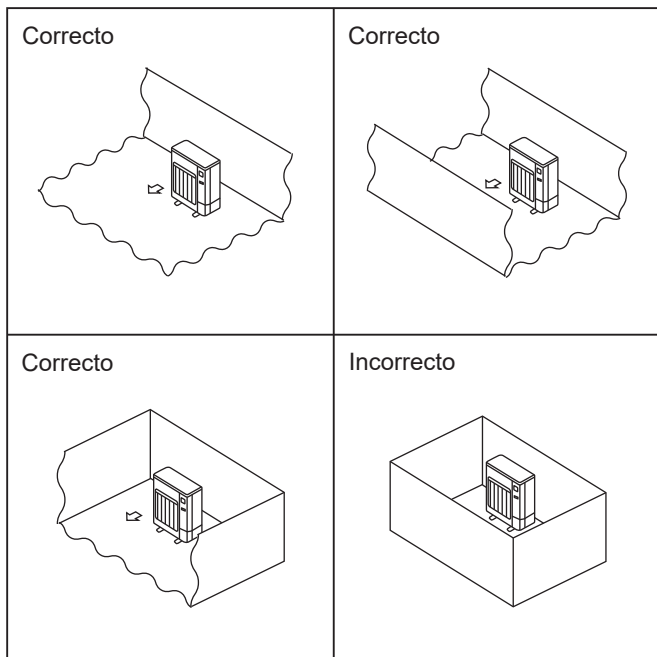

Fig. 2-2
- Ⓞ Instale las unidades exteriores en un lugar donde al menos uno de los cuatro lados esté abierto, y en un espacio lo suficientemente grande y no elevado. (Fig. 2-2)